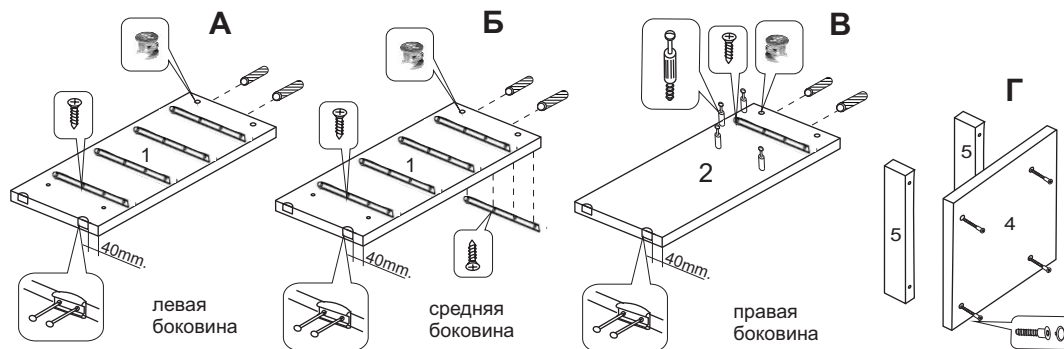

Рис.1 Подготовка к сборке стола
1. К нижним торцам боковин (дет. 1,2) прибейте подпятники (Ф-9) гвоздями (Ф-10). Установите шканты (Ф-8) в торцевые отверстия, а в отверстия диаметром 15 мм вставьте эксцентрики (Ф-2) (рис. 1 А,Б,В).
2. В отверстия диаметром 5 мм на средней и правой боковых вверните винты эксцентриков (Ф-1) (рис. 1 В).
3. Установите направляющие 450 мм (Ф-13) на левую и среднюю боковины (дет. 1) в надсверленные отверстия саморезами 3,5x15 (Ф-11) (рис. 1 А,Б) (см. раздел **Установка направляющих**).
4. Аналогичным образом установите направляющие 400 мм (Ф-14) на обратную сторону средней боковины (дет. 1) и на правую боковину (дет. 2) в надсверленные отверстия саморезами 3,5x15 (Ф-11) (рис. 1 Б,В) (см. раздел **Установка направляющих**).
1. Закрепите цоколя (дет.5) к дну тумбы (дет.4) с помощью конфирматов (Ф-7) (рис. 1Г)